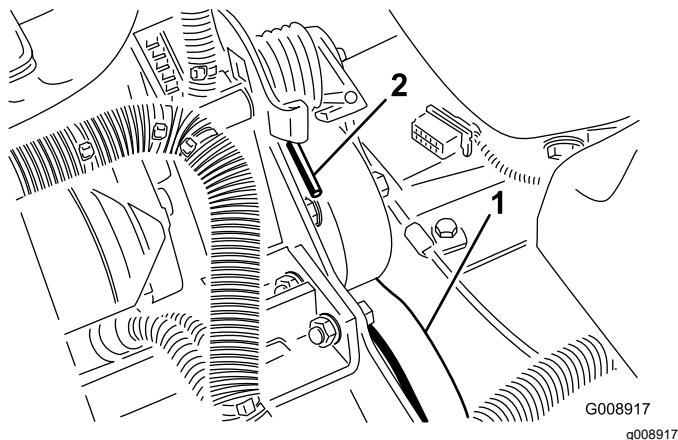

Figura 72
2. Empuje hacia adelante y hacia abajo sobre el extremo del muelle (Figura 72) para desengancharlo del soporte y liberar la tensión.